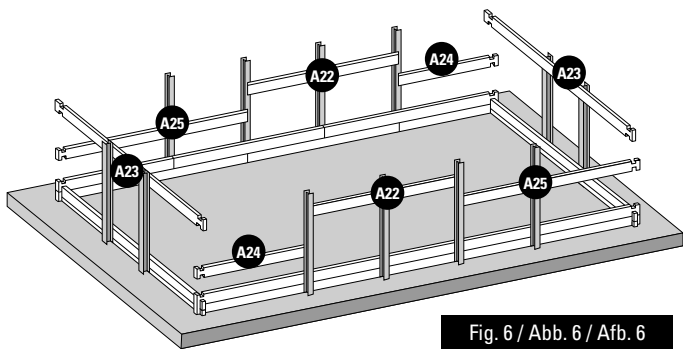

Fig. 6 / Abb. 6 / Afb. 6
- EN 3rd LAYER OF BOARDS:** Install the third layer of boards as shown in figure 6. The position of the refilling fitting with the key and the skimmer should be defined at the start of the assembly (read the specific paragraphs).
- DE 3. BRETTERREIHE:** Platzieren Sie die Bretter der dritten Reihe laut Abb. 6. Zu Beginn der Montage müssen Sie die Lage des Druckventils und des Skimmers festlegen (lesen Sie hierzu die entsprechenden Abschnitte).
- NL 3ª RIJ PLANKEN:** Plaats de planken van de derde rij zoals te zien is op afbeelding 6. U moet al bij aanvang van de montage bepalen op welke plaats het uitstroommondstuk en de skimmer moet komen (less de betreffende paragrafen).